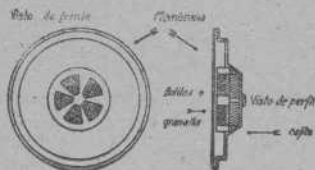

FIG. 11
**EL MICRÓFONO.**— Está formado por una cajita de carbón muy duro, llena hasta los bordes de unas bolitas de la misma clase de carbón; encima de todo ello va una plaquita redonda muy fina, también de carbón, que se apoya sobre las bolitas de la caja sin llegar a tocar ésta, porque las bolitas rebasan la altura de los bordes (fig. 11). De este modo, si unimos mediante dos conductores la plaquita de carbón al polo positivo, por ejemplo, de una pila, y la cajita que contiene los perdigones al negativo de la